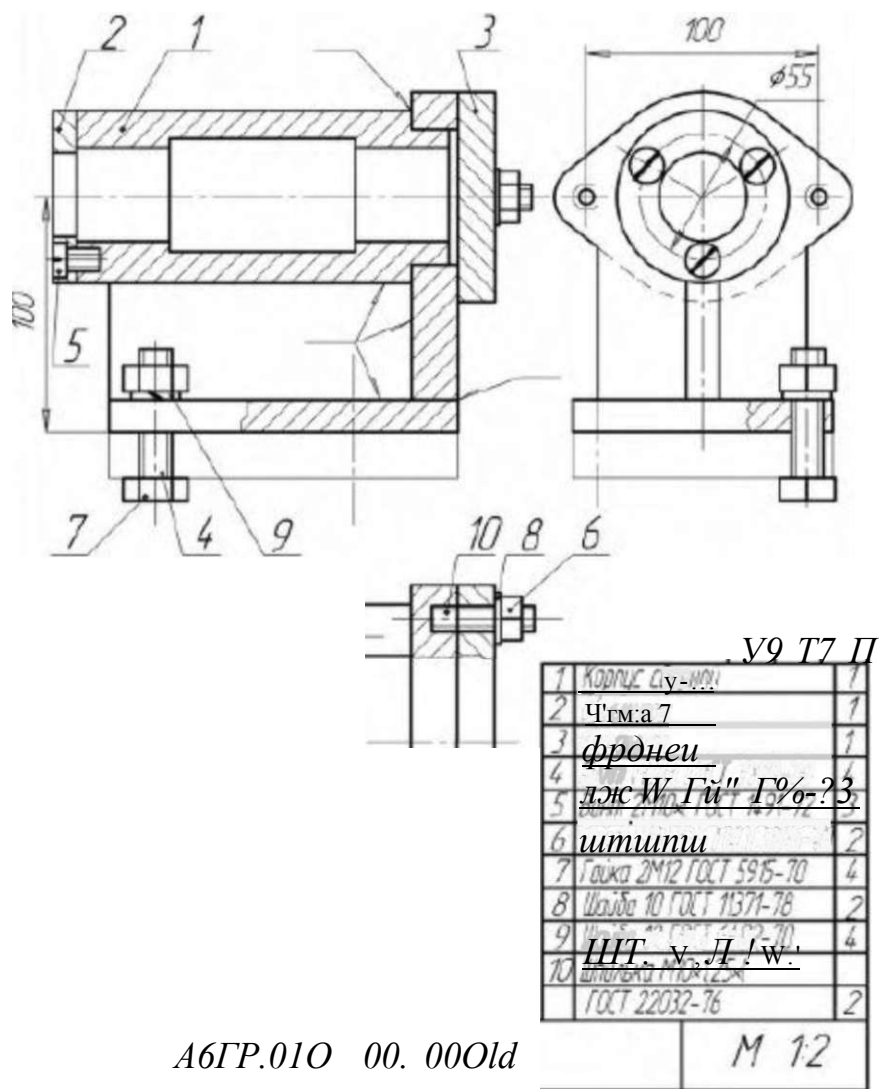

Рисунок 7 - пример задания на курсовую работу
1. 1. Выполнить чертежи деталей по сборочному чертежу (рис. 7), соблюдая масштаб.